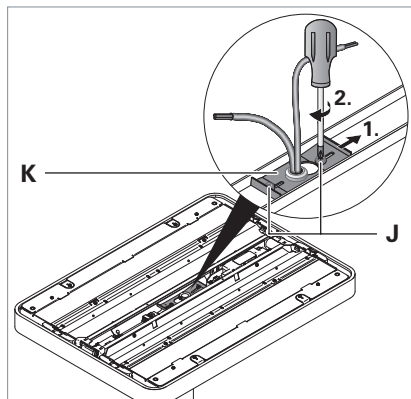

Fig. 9: Fissaggio della testa dell'apparecchio d'illuminazione.
- Allentare le due viti **J** della piastra di supporto **K**, vedi Fig. 9.